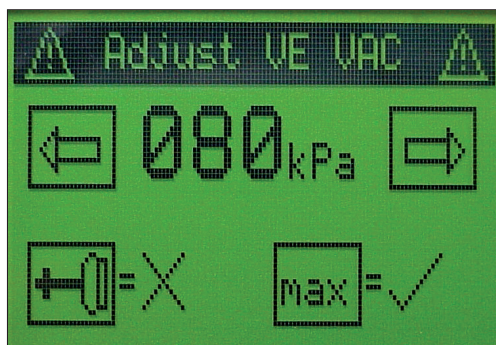

Fig. 36. VE menu del vuoto.
- Regolazione del vuoto finale (fig. 36)
- Il livello del vuoto finale può essere scelto tra -70 kPa e -90 kPa nel sotto menu (fig. 36)